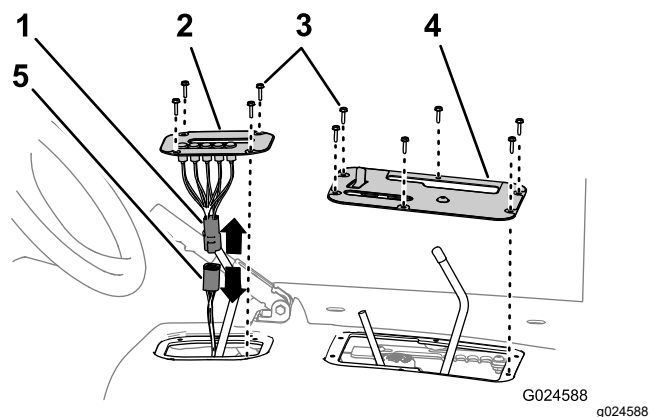

Bild 5
2. Nehmen Sie die vier Sechskantschrauben ab, mit denen die Abdeckung der Ganganzeige an der Sitzabdeckung befestigt ist (**Bild 5**).
3. Heben Sie die Ganganzeige an, schließen Sie den Anzeigenanschluss vom Anschluss des Maschinenkabelbaums ab und nehmen Sie die Abdeckung der Anzeige von der Maschine ab (**Bild 5**).
4. Nehmen Sie die sechs Sechskantschrauben ab, mit denen die Abdeckung des Bedienelements an der Sitzabdeckung befestigt ist, und entfernen Sie die Abdeckung des Bedienelements (**Bild 5**).